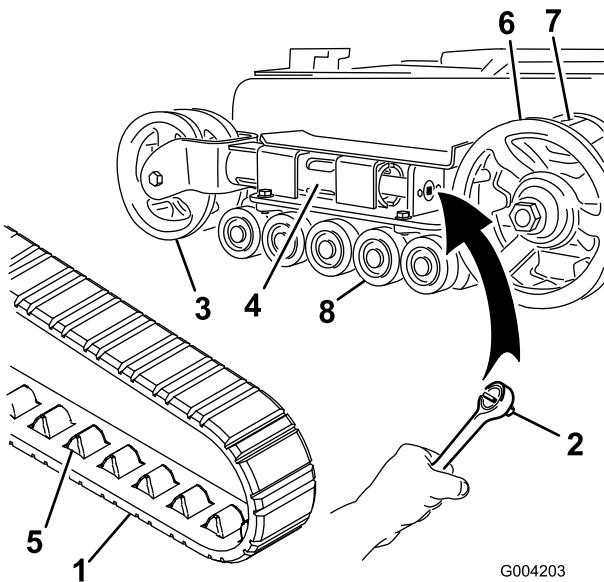

Figura 46
4. Usando una llave de tubo de 13 mm, alivie la tensión en la oruga girando el tornillo tensor en sentido horario (Figura 45 y Figura 46).
5. Empuje la rueda tensora hacia la parte de atrás de la unidad de tracción para mover el tubo tensor contra el bastidor (Figura 46). (Si no toca el bastidor, siga girando el tornillo tensor hasta que lo toque.)
7. Cuando haya retirado la oruga de la rueda tensora, retírela del piñón de arrastre y de las ruedas de rodaje (Figura 46).
8. Empezando en la rueda motriz, pase la oruga nueva alrededor de dicha rueda, asegurándose de que los salientes de la oruga encajen entre los dientes del piñón (Figura 46).
9. Empuje la oruga por debajo de y entre las ruedas de rodaje (Figura 46).
6. Coloque el tapón engrasado sobre la cabeza del perno (Figura 46).
7. Sujete el tapón de la rueda de rodaje con la anilla a presión (Figura 46).